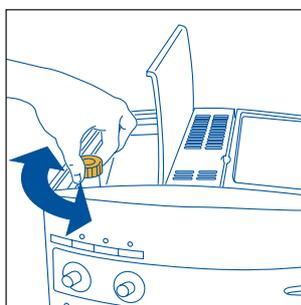

Fig. 17
**MERKNAD 1:** Hvis kaffen renner ut i dråper eller ikke renner helt ut, må du vri knotten for regulering av kverningen (fig. 17) et hakk med urviseren (se avsnitt 6). Vri knotten ett hakk om gangen til kaffen strømmer riktig ut
**MERKNAD 2:** Hvis kaffen renner altfor fort ut og du ikke er fornøyd med skummet på kaffen, vri bryteren litt mot høyre (fig. 7) med urviseren. Gjør flere forsøk og lag mer enn én kaffe for å finne knottens ideelle posisjon. Pass på at bryteren ikke vrir for mye med urviseren, idet det er fare for at vannet renner altfor sakte ut av maskinen (i dråper), spesielt hvis du ønsker to kopper kaffe. Hvis du etter noen kopper kaffe ennå ikke har oppnådd tilfredsstillende kaffekrem, vri også bryteren for innstilling av kverning (fig. 17) et hakk mot urviserne (se avsnitt 6).
For å løse dette problemet må du stille inn kverningsgraden på kaffekvernen ved å vri bryteren for kaffekverning (fig. 17) et hakk mot urviserne (som beskrevet i avsnitt 6).
Kaffekvernen trenger ikke å justeres, fordi den allerede er forhåndsinnstilt på fabrikken slik at utslippet av kaffen blir riktig. - Men hvis kaffen renner for fort eller for sent ut (dråper) etter at du har laget de første kaffekoppene, kan du stille inn kverningsgraden med bryteren (fig. 17).